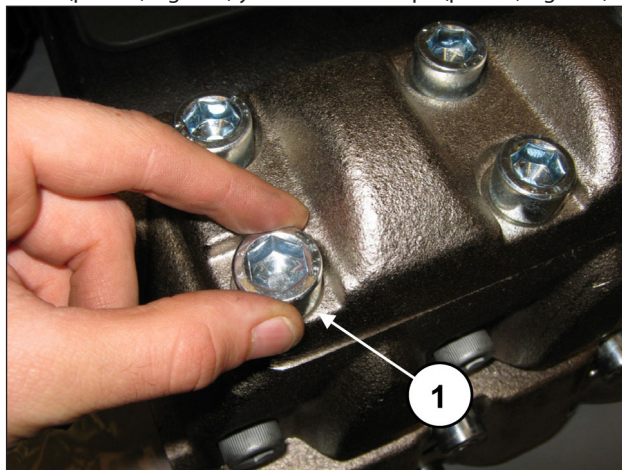
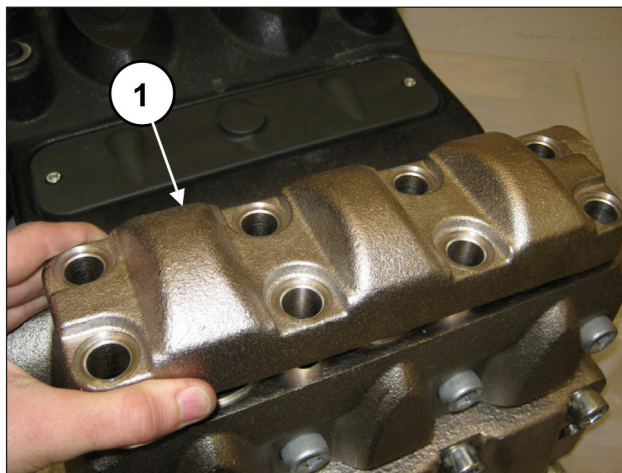

Fig. 133
Fig. 134
Para extraer los grupos de válvula operar del siguiente modo: Aflojar los 8 tornillos M16x45 de la tapa de las válvulas de envío (pos. ①, Fig. 133) y desmontar la tapa (pos. ①, Fig. 134).